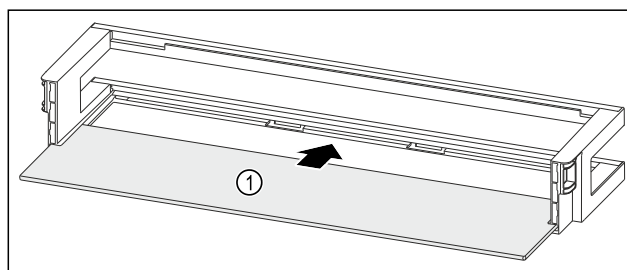

Fig. 148 Дверная полка со съемной полкой
- ▶ Вдвиньте съемную полку Fig. 148 (1) в боковые пазы.